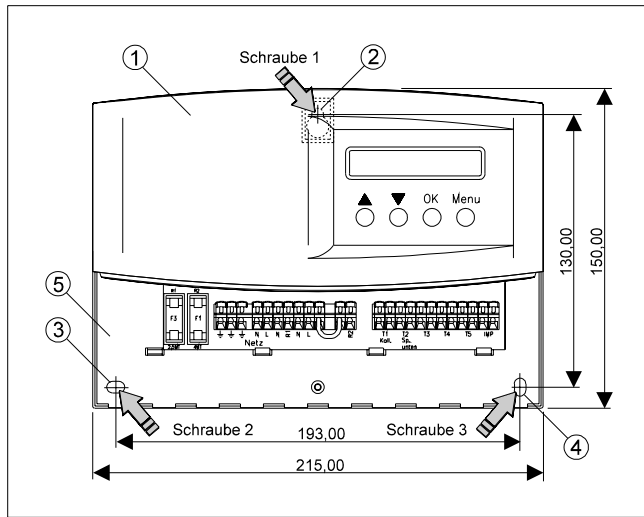

Bild 4: Montageschema
Die obere Reglerabdeckung (Bild 4, Pos. ①) dient dem Schutz der Reglerelektronik und darf für Montagezwecke nicht abgenommen werden.
Zur Befestigung muß zunächst die Schraube 1 in die Wand geschraubt werden. An dieser Schraube wird der Regler anschließend mit der Aussparung (Bild 4, Pos. ②) aufgehängt. Zum Anzeichnen der beiden weiteren Befestigungslöcher kann der Regler als Schablone verwendet werden (Achtung: Regler nur als Zeichenschablone, niemals als Bohrschablone verwenden).
Nachdem der Klemmenbereich (Bild 4, Pos. Ⓢ) mit der Klemmenkastenabdeckung und zugehöriger Gehäuseschraube geschlossen wurde, kann nun das Netz zugeschaltet werden. Nach Zuschalten des Netzes muß in der LCD-Anzeige des Reglers das erste Programmenü Messwerte erscheinen.